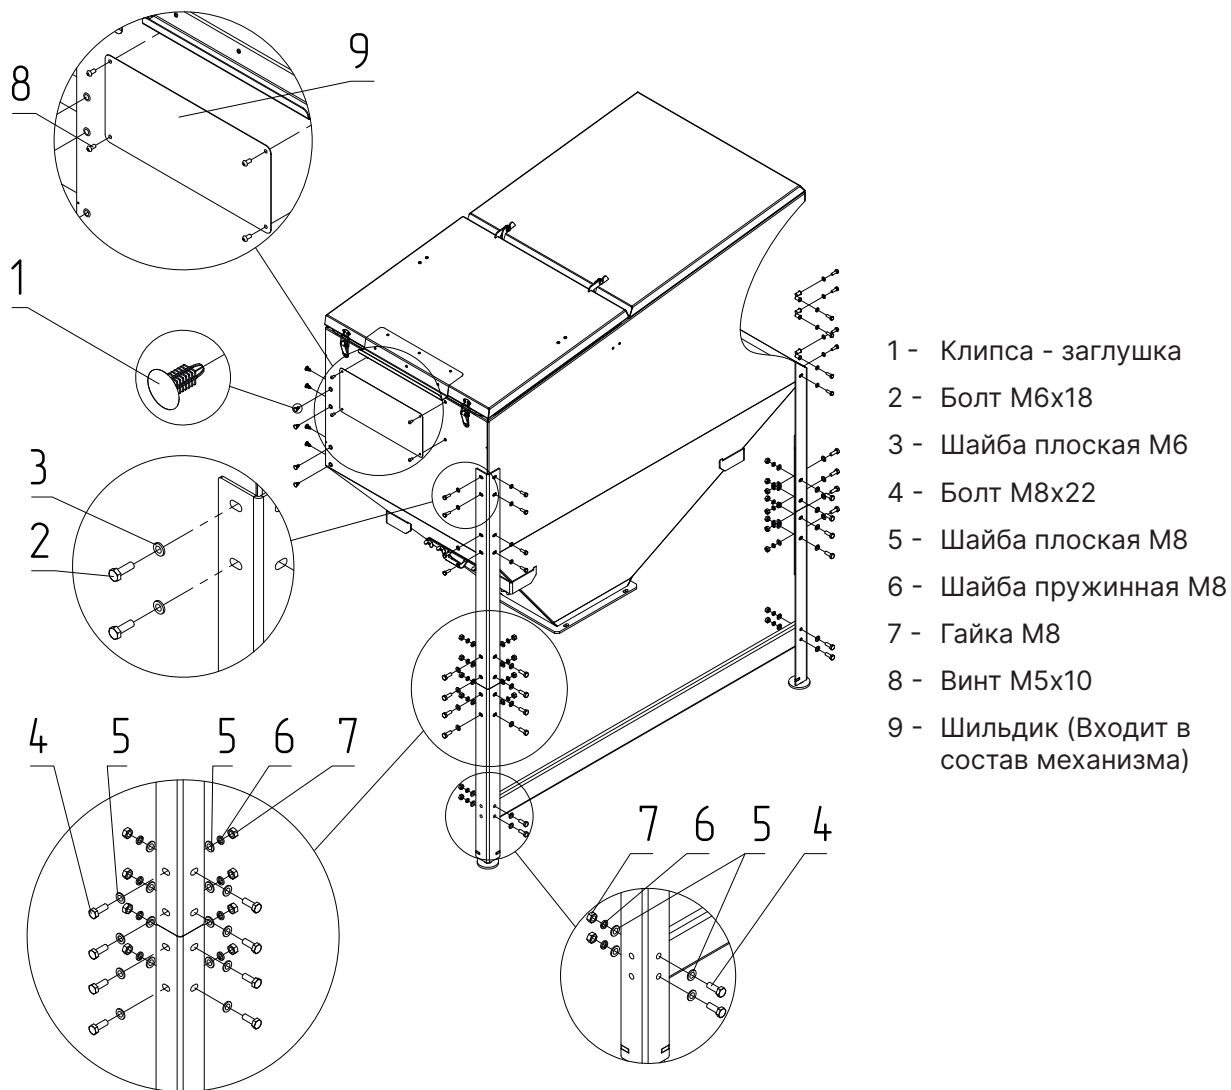

Рис.12 Сборка бункера
2. Закрепите верхние уголки, используя крепежи (**Рис.12, поз.2, 3**), установите клипсы-заглушки (**Рис.12, поз.1**) в неиспользуемые отверстия;
5. Соберите верхние части опор с нижними используя крепежи (**Рис.12, поз.4, 5, 6, 7**);
6. Установите горизонтальную перегородку, используя крепежи (**Рис.12, поз.4, 5, 6, 7**);
7. Установите шильдик (**Рис.12, поз.9**) и зафиксируйте его винтами (**Рис.12, поз.8**).